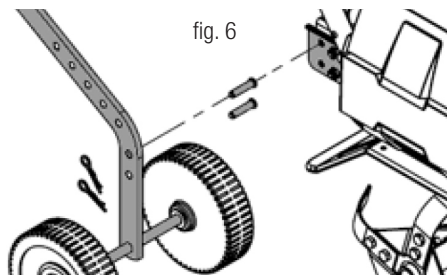

fig. 6
1. Monte las ruedas de apoyo con el perno de chaveta y el pasador. fig. 6.